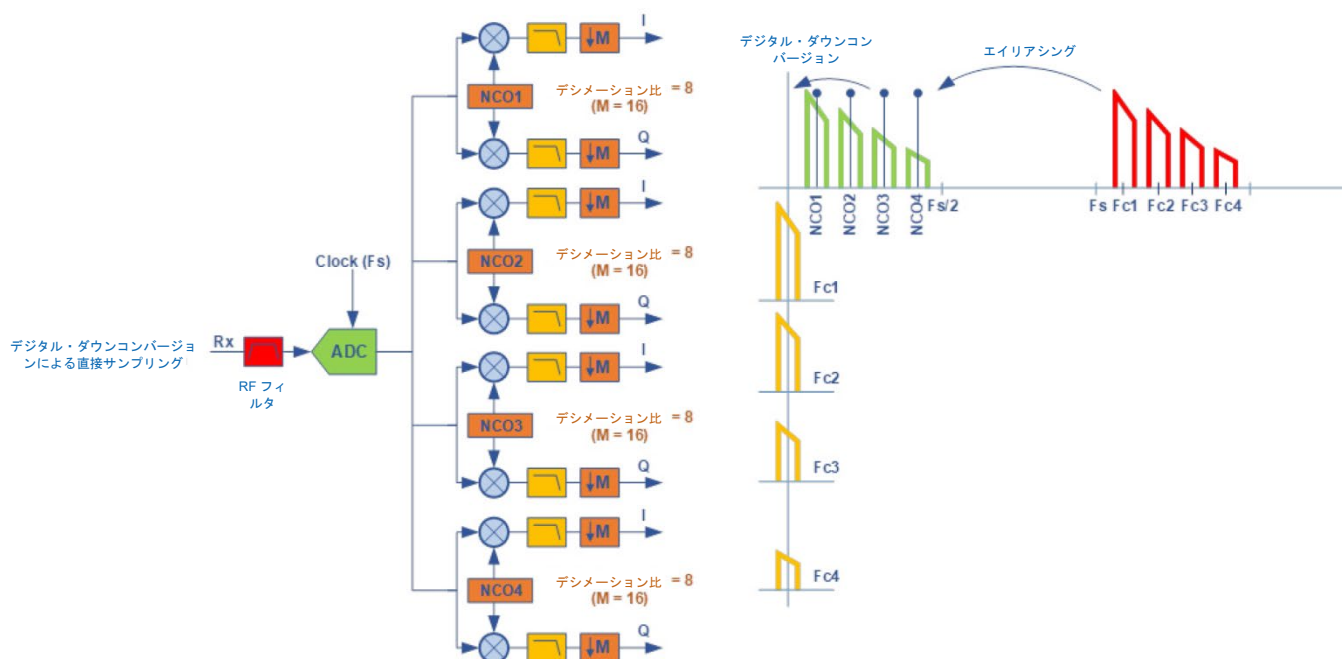

図 2-図に示すように、拡張 SDR では数値制御発振器が別々のいくつかのチャンネルに同調可能です。
最終的には、このスケーラブルな数値アプローチにより、柔軟性の高い受信システムでデジタル・ドメイン変数が規定する多数のチャンネルを管理できます(図 2)。従って、コグニティブ無線を促進する道がはっきり見えているのです。
適用すると、サブサンプリングを使用することで、高ナイキストゾーンにおける RF 信号を AD コンバータの帯域「幅」を超えて直接ベースバンドスペクトル範囲内にダウンミックスできます(図 2)。サブ・サンプリングには AD コンバータの手前のトラックホールド増幅器 (TH) を使用します。